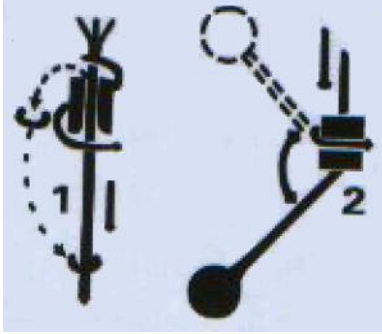
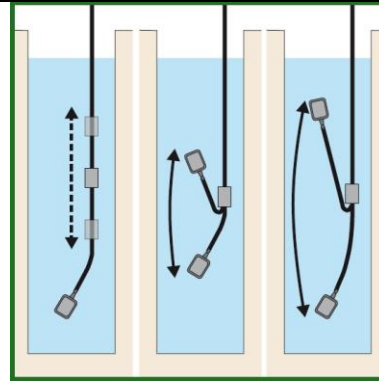

Fig.2
Fig.3
4.2- Installazione del peso (Fig.2, Fig.3)
1- Inserire il cavo (2) attraverso il peso (3) (vedi Fig.2)
2- Regolare il peso per l'altezza desiderata (Fig.3).